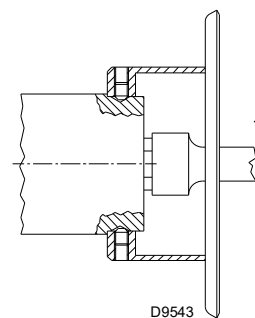

Fig. 20
- extrageți duza 1)(Fig. 20) folosind o cheie tubulară;
- instalați duza 1)(Fig. 20);